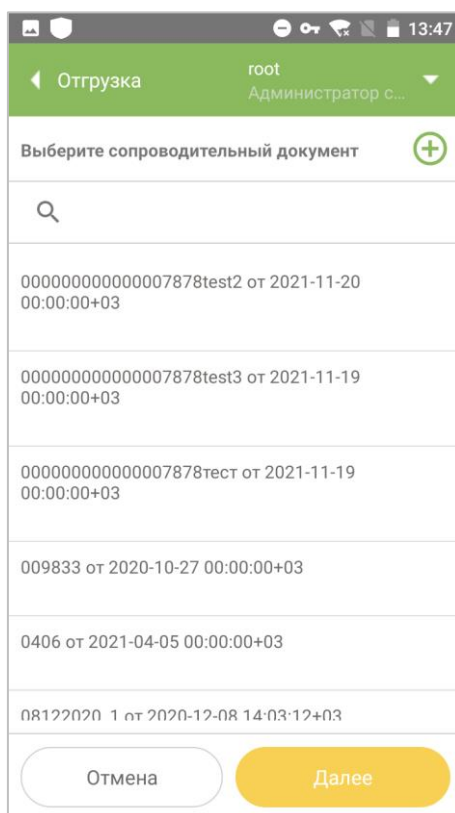

Рисунок 8.9
1. Нажать на иконку «Отгрузка» в главном меню приложения. Откроется окно со списком сопроводительных документов (Рисунок 8.9).